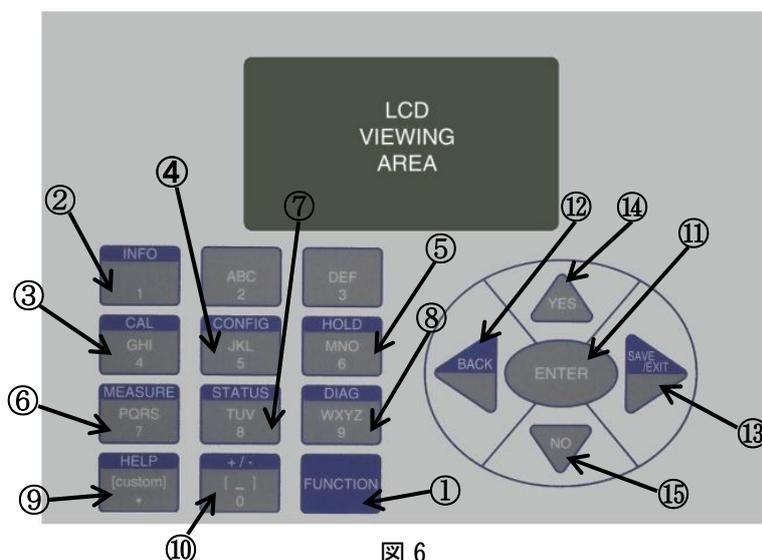

図 6
- ・正面パネルには表示と操作用のキーパッドがあります。それらは下記図6の様に配置されております。